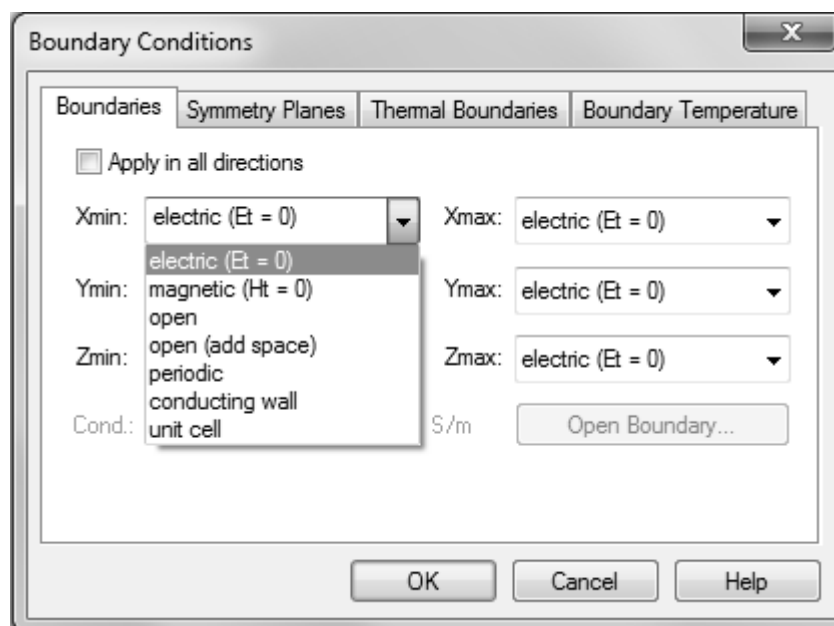

Рисунок 37. Окно граничных условий
- Boundaries – задание граничных условий моделирования (рис.37).
Рисунок 37 показывает режим основной волны микрополосковой линии и режим высших типов волн.